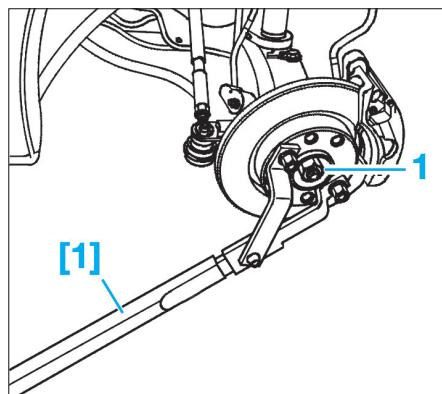

Fig. 1
- Défreiner l'écrou de transmission (1) (Fig.1).